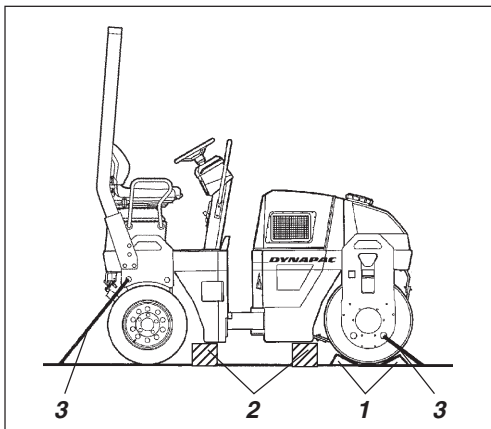

Abb. 38 Transport der Walze
1. Die Zentrumschraube (1) mit Hilfe eines Schraubendrehers entfernen, siehe Abb. 38.
2. Das Bremswerkzeug (1) aus seinem Befestigungsloch herauserschrauben. Danach wird das Bremswerkzeug (1) im Zentrumloch befestigt, indem die Schraube (2) bis zum Anschlag im Loch angezogen wird. Nun wird die Mutter (3) am Bremswerkzeug bis zum Anschlag festgezogen. Die Bremse ist nun gelöst.
4. Nach dem Abschleppen wird die Mutter wieder herausgeschraubt. Die Bremsen kehren in ihre normale Ausgangsstellung zurück. Danach das Bremswerkzeug entfernen und wieder in sein Befestigungsloch einschrauben. Die Zentrumschraube (1) wieder einschrauben, um späterer Rostbildung im Gewindeloch entgegenzuwirken.